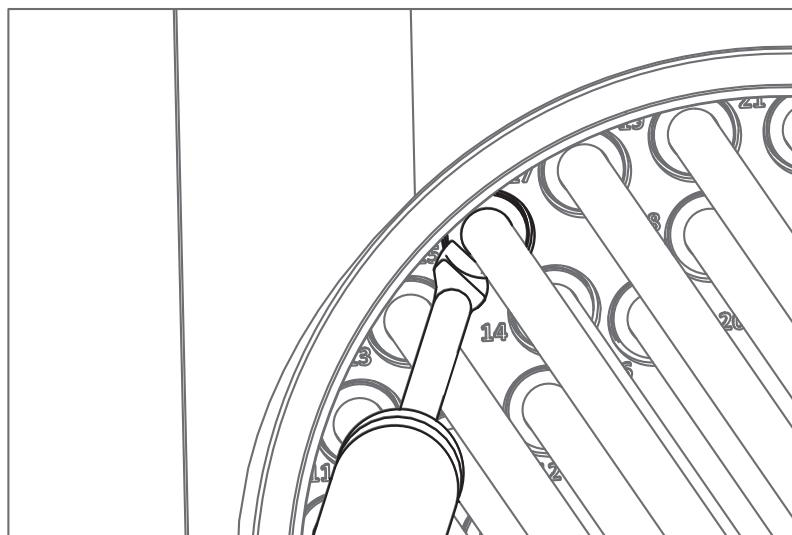

Рис. 7-7: Механизм разблокировки трубок
3. Отсоедините все трубы от поворотного клапана. С помощью отвертки нажмите на черную кнопку разблокировки и извлеките трубку (Рис. 7-7). **Перед отсоединением трубок убедитесь, что они пронумерованы.**